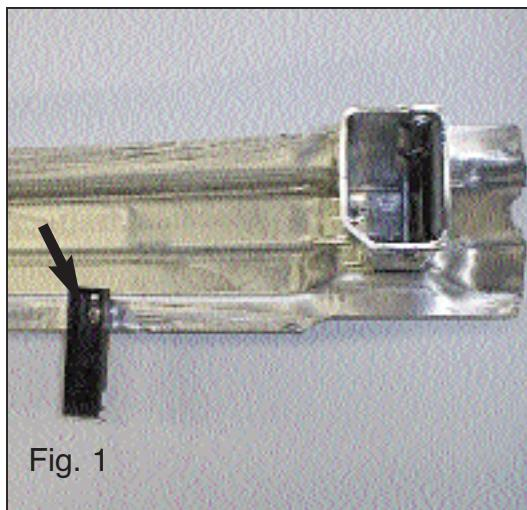

Fig. 1
2. Remove the inner bumper and its supports. Remove the time sensor from the inner bumper. Remove the inner bumper and its supports. They will no longer be needed. Drill out the rivets on the right and left of the plastic bumper supports on the inner bumper (see fig. 1). Position them on the underside of the two bumpers using the indicated fastening materials. Remove the glue/wax layer at the attachment points. For Audi 2005-> versions: Remove the plastic plugs from the underside of the chassis.
Boor links en rechts de popagels uit de kuisstof-bumpersteunen van de binnenbumper. (zie fig. 1). Plaats deze d.m.v. het aangegeven bevestigingsmateriaal aan de onderzijde van de buis van de trekhaak.
2. Falls vorhanden den Zeitsensor von der Innenstoßstange entfernen. Anschließend die Innenstoßstange einschließlich der Halterungen entfernen. Die Halterungen werden nicht mehr benötigt. Links und rechts die Nieten aus den Kunststoffstoßstangenhalterungen der Stoßstangeninnenverkleidung herausbohren (siehe Abb.1). Diese mit
- 1. Z podlogi należy zdjąć wykładezinę. Usunąć tylny panel wykonyany z tworzywa sztucznego z elementem centralnym. Wyjąć z tworzywa sztucznego osłonę termiczną ostatniego tylnego wieszaka rury wylotowej. Wyjąć z tworzywa sztucznego wieszak z drążkiem zderzaka i zżutować na wewnętrzny kąt potrzbne. Po prawej i lewej stronie wylotowej zdemontować wypozaszenie wieszaka zderzaka z tworzywa sztucznego z elementem centralnym. Należy z powrotem zamontować wespomilkach haka holowniczych. Należy go przy pomocy śrub M12x65 wraz z głowicą z gwintem wytwórnym zamontować na wewnętrzny wymieniony w punkcie 1. Drążek z kula holowniczą o głowicy z zamontować na wewnętrzny wymieniony w punkcie 2. Démonter le pare-chocs et détailler le bouclier thermique ainsi que la partie supérieure de la traverse (voir fig. 1). Positionner celle-ci, à l'aide d'un tournevis, sur les deux trous qui se trouvent dans les supports de fixation pour les deux points de fixation comme indiqué. Positionner si présents les supports de fixation sur la partie supérieure dans la traverse de châssis.